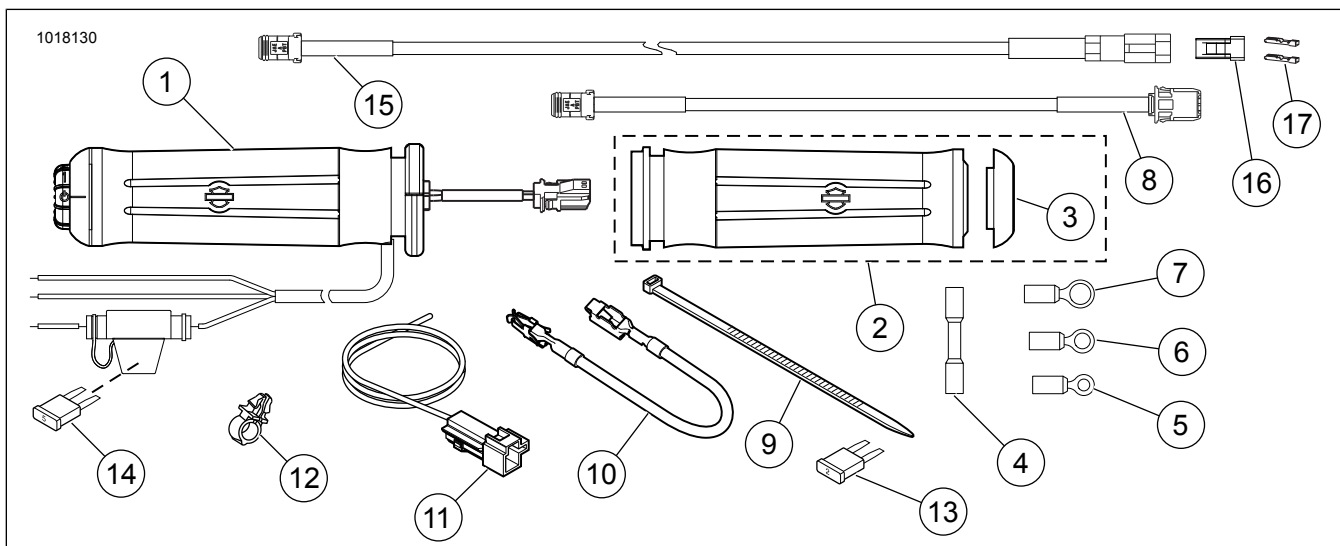

Figura 8. Componente de service, kituri de mâner încălzite
2. Consultați Figura 8 . Folosiți colierele pentru cablu (9) din kit pentru a fixa cablajul mânerului de cablaje existente de-a lungul cadrului vehiculului.